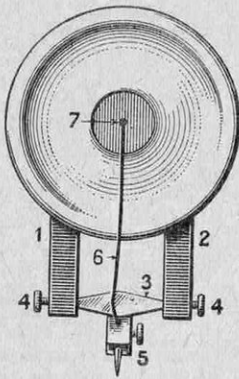

FIG. 1. — VUE DE FACE DU PICK-UP
Voici donc comment procède notre correspondant. Il prend un écouteur de T. S. F. du type à carter en dur-alumin, auquel il ajoute (fig. 1) (le premier horloger venu peut le faire, si vous n'êtes pas habitué à de semblables petits travaux) deux pattes (1 et 2), fixées à la partie inférieure par un petit taraudage. Au moyen de deux vis (4), une sorte de bîcône d'acier (3) est serré à frottement doux entre les deux